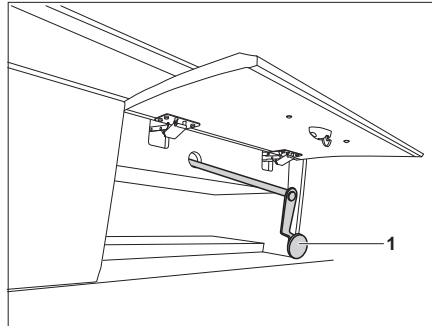

Bild 121 Notbedienung für elektrisches Hubbett
- ▷ Bei Stromausfall kann das elektrische Hubbett auch mit einer Notkurbel (Bild 121) bedient werden. Diese befindet sich hinter einer Staufachklappe.